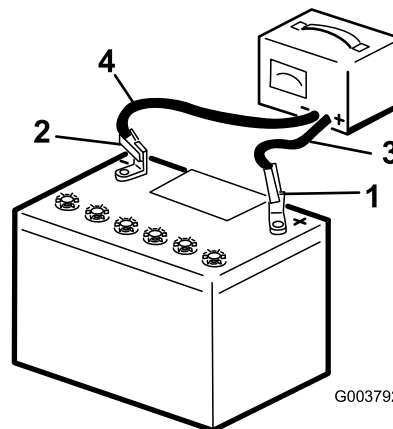

Рисунок 32
3. Заряжайте аккумулятор в течение 10-15 минут током 25-30 Ампер, или 30 минут током 4-6 Ампер (Рисунок 32). Не допускайте избыточного заряда аккумулятора.
4. После полной зарядки аккумулятора отсоедините зарядное устройство от электророзетки и штырей аккумулятора (Рисунок 32).